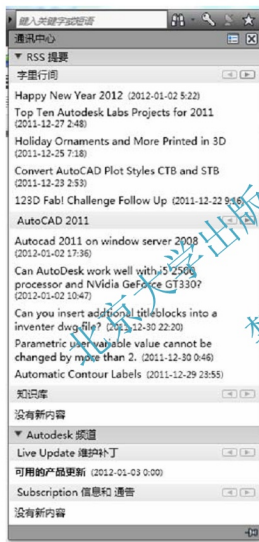

图 1-8 通讯中心
(1) 单击【展开或收拢】箭头，可以控制显示或隐藏信息中心文本窗口。
(2) 在文本窗口输入关键字，可以搜索到相应信息。
(3) 单击【通讯中心】按钮，弹出如图 1-8 所示【通讯中心】，可以查看有关产品更新和通告。